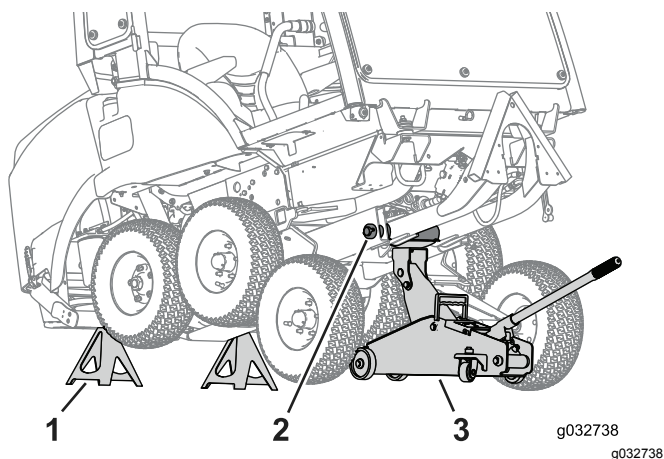

Figura 88
4. Utilize um apoio de solo para levantar a estrutura de inverno (Figura 88).